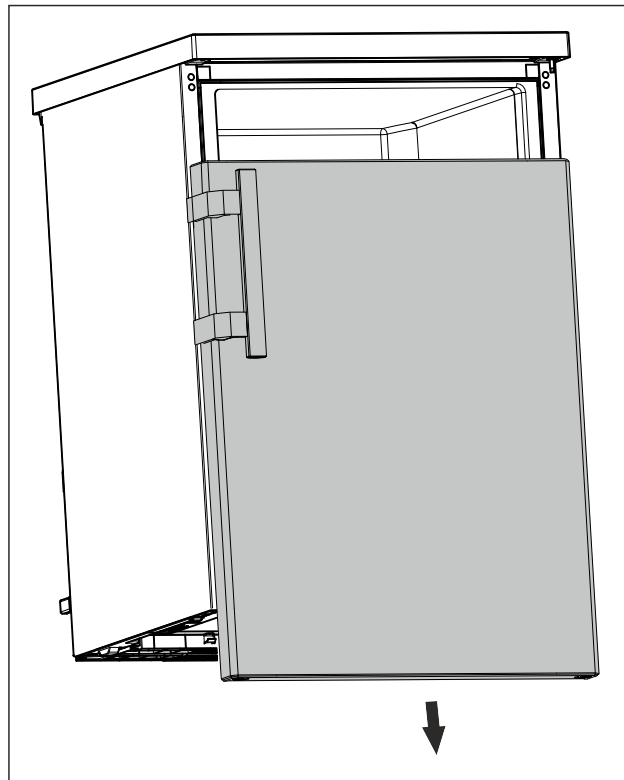

Fig. 9
- ▶ Ta av dörr neråt. (se Fig. 9)